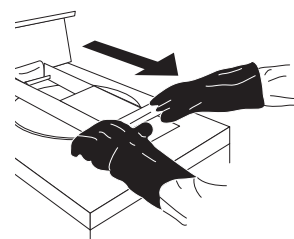

ABBILDUNG 8
A. Fassen Sie die Griffstange mit beiden Händen an, um den Deckel zu schließen (siehe Abbildung 8).